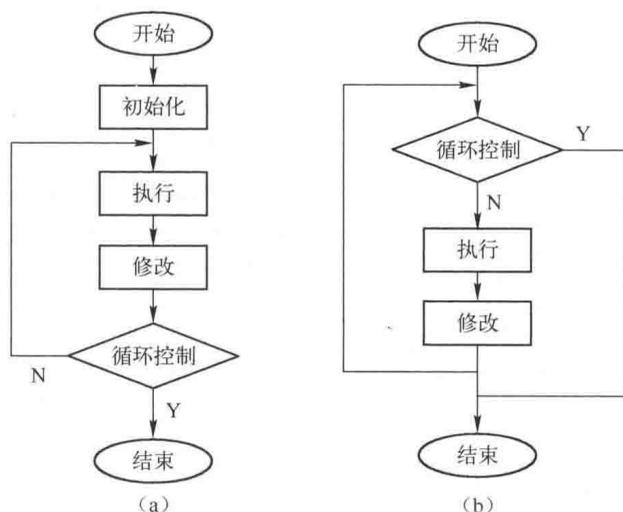

图 4-6 循环结构程序流程
循环结构每次测试循环条件，当满足条件时，重复执行这一段程序；否则结束循环，顺序往下执行。由于循环程序需要循环准备、修改变量、结束控制等指令，执行的速度会稍慢些。循环结构的程序流程图如图 4-6 所示。在循环程序中，循环控制有如下 3 种。
说明：① 该循环程序属于图 4-6 (a) 所示结构。程序的初始化包括设置缓冲区指针、设定循环控制次数、统计计数器先清零。
② 执行部分从 BUFF 缓冲区取数，执行比较指令；判断符号标志 SF，是负数，则统计值加 1。
③ 修改部分含移动缓冲区指针，循环次数减 1。
④ 循环控制部分为 CX，内容不为 0，继续循环操作，否则脱离循环。
⑤ 结束处理部分将统计结果（DL 寄存器的内容）存入 MEM 单元并将控制交操作系统。
**思考题：**① 该例中的数据是字节型，若数据为字型，该如何修改程序？② 判断一个数是否为负数，还有其它方法吗？试举两种方法。③ 该程序循环中用了分支，是否可以不用分支而达到目的？如何修改程序？④ 该例中，循环控制次数直接用了已知的数据个数 5，采用这种方法，当数据个数变化时，程序必须做相应改变。能利用数据在内存单元的地址关系，自动计算数据个数作为循环控制吗？